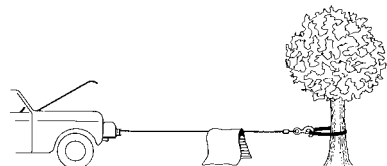

Figura 6
10. Es una buena idea poner una frazada pesada o abrigo sobre el cable de alambre cerca del extremo del gancho al tirar de cargas pesadas (Figura 6). En el caso de que el cable de alambre falle, la tela actuará como atenuador para evitar que el cable de alambre latiguee. Levante la capota del motor del vehículo para aumentar la protección.